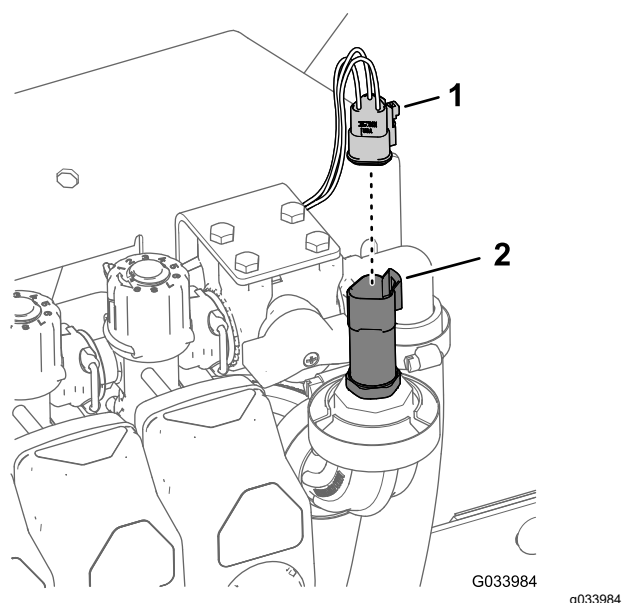

Figura 9
- Deconectați conectorul cu 3 mufe pentru traductorul de presiune (Figura 9).